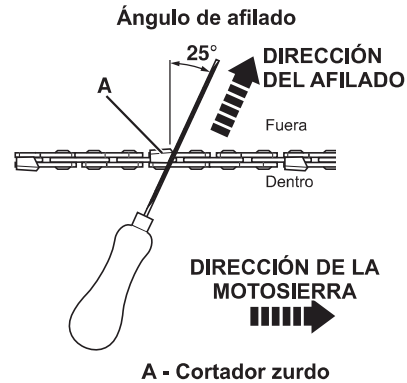

Fig. 18
3. Lime a un ángulo perpendicular a la espada, y a un ángulo de 25° en dirección al movimiento (Fig. 18).